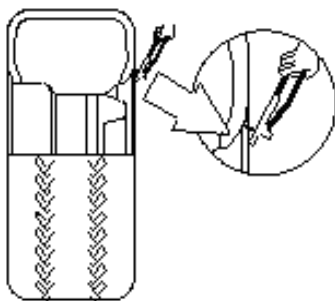

Abb. 5
- Entfernen Sie zur Gefahrenvermeidung alle Radgewichte und andere Fremdkörper von dem Rad bevor Sie es auf der Wuchtmaschine montieren! Nutzen Sie zum entfernen von Auswuchtgewichten die mitgelieferte Zange (Siehe Abb. 5).